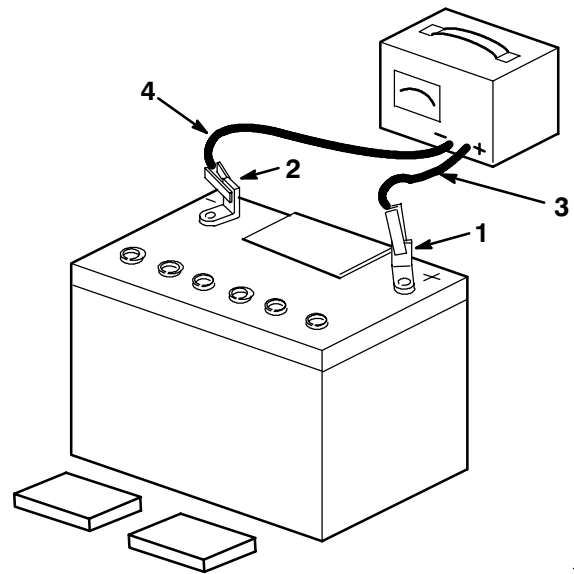

Bild 6
3. Lassen Sie die Zellen offen und schließen ein 3- bis 4-A-Batterieladegerät an die Batteriepole an (Bild 6). Laden Sie die Batterie 4 Stunden lang bei 4 A oder weniger (12 V) auf.
4. Ziehen Sie, wenn die maximale Batterieladung erreicht ist, den Stecker des Ladegeräts aus der Dose. Klemmen Sie dann die Klemmen des Ladegeräts von den Minus- und Pluspolen der Batterie ab (Bild 6).